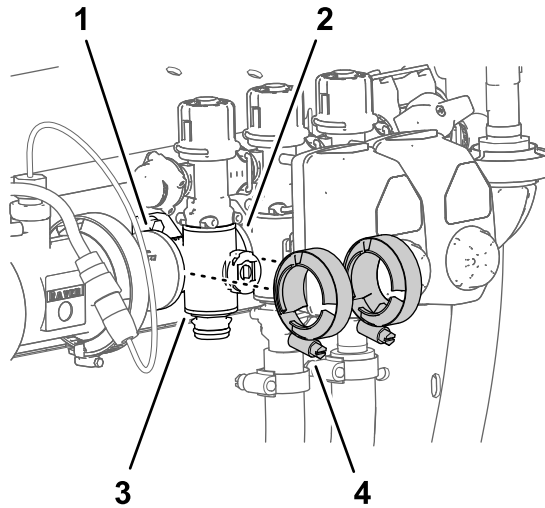

Figure 109
- Retirez les 2 colliers bride qui fixent la valve de collecteur de section aux brides des composants adjacents (Figure 109).